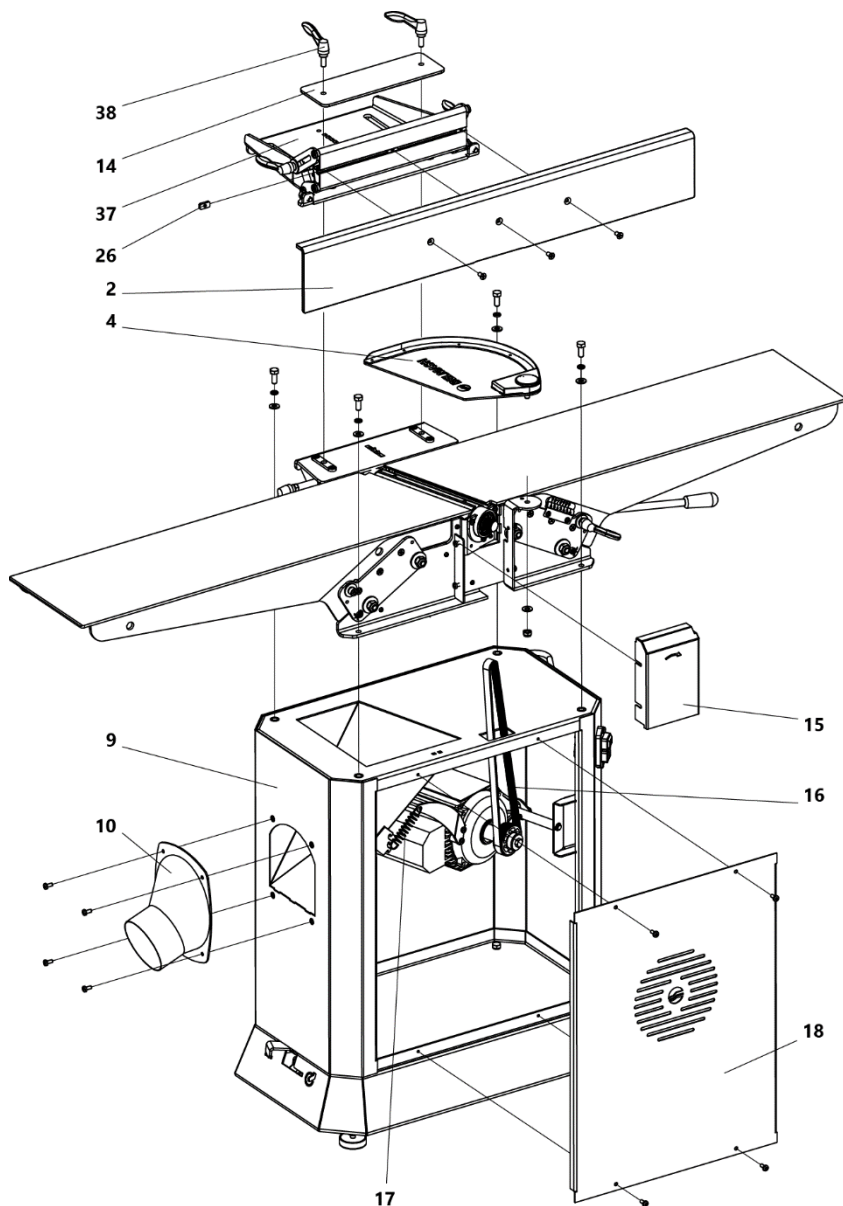

Рисунок 3 Сборка станка
- установите кожух для удаления стружки 10 и закрепите винтами М5×12 (рис. 3);
Для замены приводного ремня привода ножевого вала необходимо (рис. 3):
- снимите основание 37 с упором 2 и кожух 15 (рис. 3);